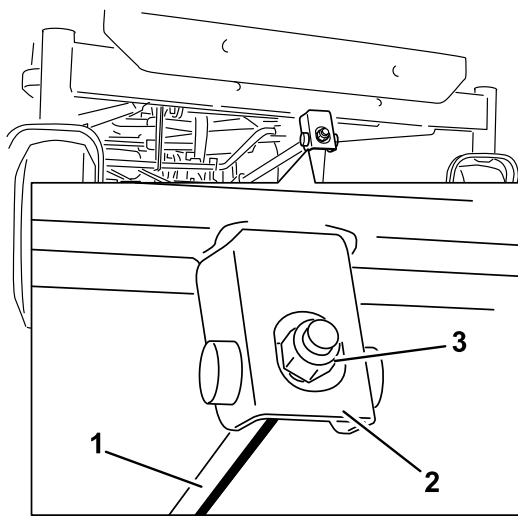

Figure 53
- Pour régler l'inclinaison avant/arrière des lames, tournez l'écrou de réglage à l'avant du tablier de coupe (Figure 53).